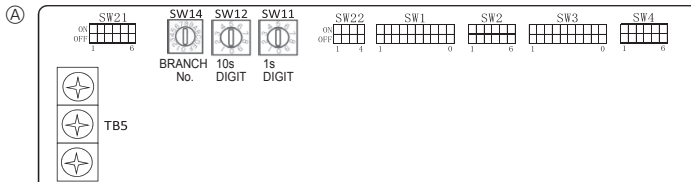

Fig. 5-9
5.6. Ajuste del interruptor según la altura del techo (Fig. 5-9)
5.7. Captar la temperatura de la sala con el sensor incorporado en el mando a distancia (Fig. 5-9)
5.5. Configuración de las direcciones (Fig. 5-9)